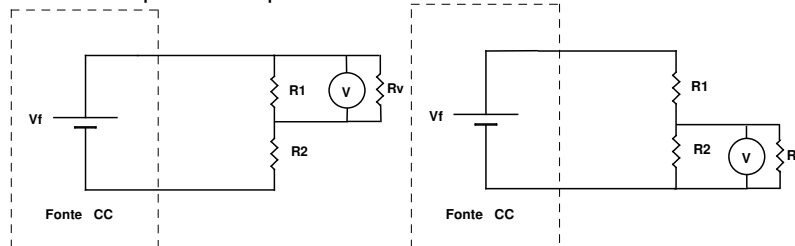

Fig. 4 – Realização das duas medidas de tensão
- a) Com os valores obtidos nos cálculos preliminares, utilizar a escala adequada de tensão para cada uma das medidas no multímetro ENGRO 484. Realizar as medidas separadamente, conforme a Fig.4. Preencher os campos correspondentes da Tabela I.
- b) Realizar as três medidas em conjunto, com três multímetros, conforme a Fig. 4 e preencher os campos correspondentes na Tabela I.